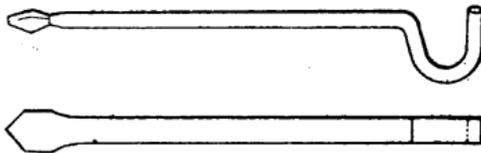

Fig. 261.
**FORET DE TOUR.** — Ce foret (fig. 261) rend de grands services quand il est bien fait, mais il est souvent mal compris.
Fig. 261 a.